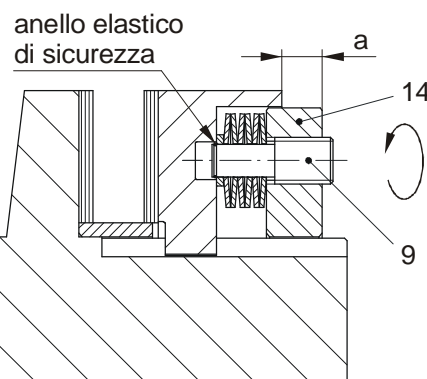

Fig. 22
Nei limitatori grandezze 6 – 12 la misura "a" indica la grandezza della coppia di slittamento regolata (fig. 22). La misura "a" viene letta nella tabella adesiva applicata sul giunto.
Non svitare i perni portamolle (9) oltre la resistenza dell'anello elastico di sicurezza (fig. 22).